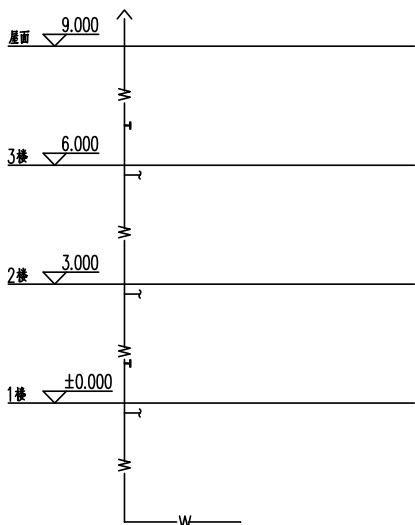

图 5-28 打开素材
**[01]** 按 Ctrl+O 组合键，打开配套光盘提供的“第 5 章/5.2.2 排水计算.dwg”素材文件，结果如图 5-28 所示。